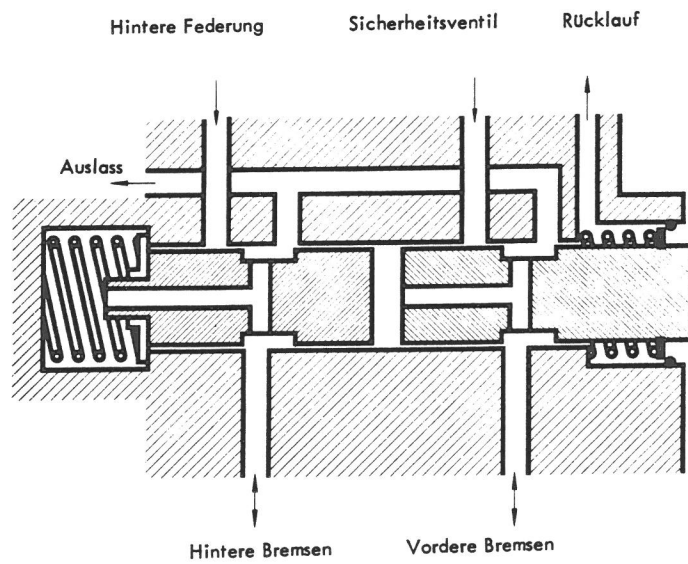

Fig. 28. Snit gennem bremseventilblokken.
3. Beskrivelse og funktion af bremseventilblok (fig. 28).